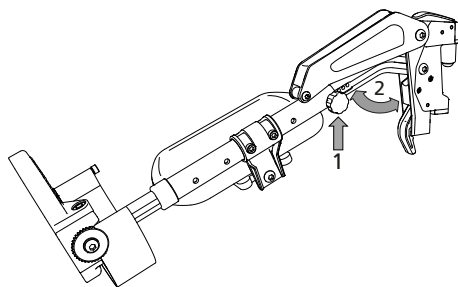

fig.53
1. Løsn stjernegrebet ved at dreje det 1 omgang mod uret. (1, fig. 53)
selv for at løsne skruen af låseanordningen. Sæt nu benstøtterne i den ønskede vinkel (2, fig. 53). Du har 3 mulige trin fra 112° til 189°.